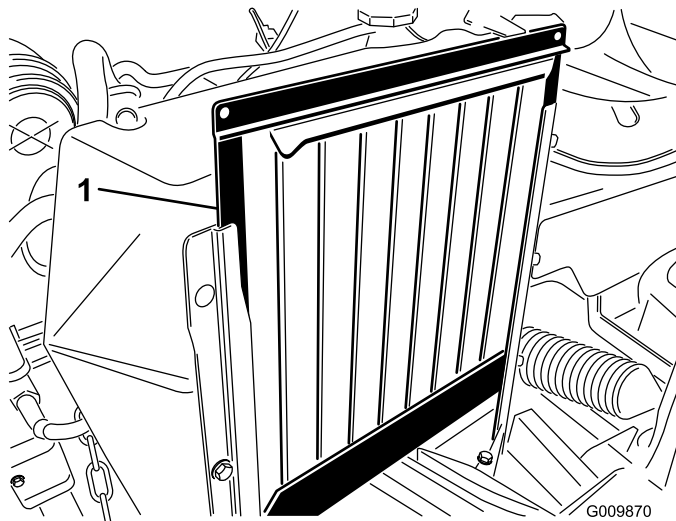

Bild 53
1. Entfernen Sie das Kühlergitter, reinigen Sie es und entfernen Sie Rückstände (Bild 53).